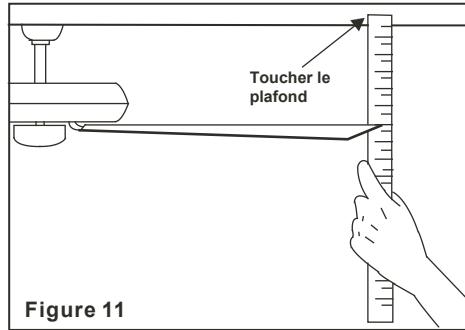

Figure 11
2. La plupart des problèmes d'oscillation des ventilateurs surviennent lorsque les pales ne sont pas toutes au même niveau. Vérifiez le niveau en choisissant un point au plafond qui soit aligné avec la pointe de l'une des pales. Mesurez la distance, comme illustré à la Figure 11. Faites tourner le ventilateur jusqu'à ce que la prochaine pale soit placée correctement pour prendre la mesure. Répétez cette opération pour chacune des pales. Tout écart de distance doit demeurer à l'intérieur de 1/8 po.